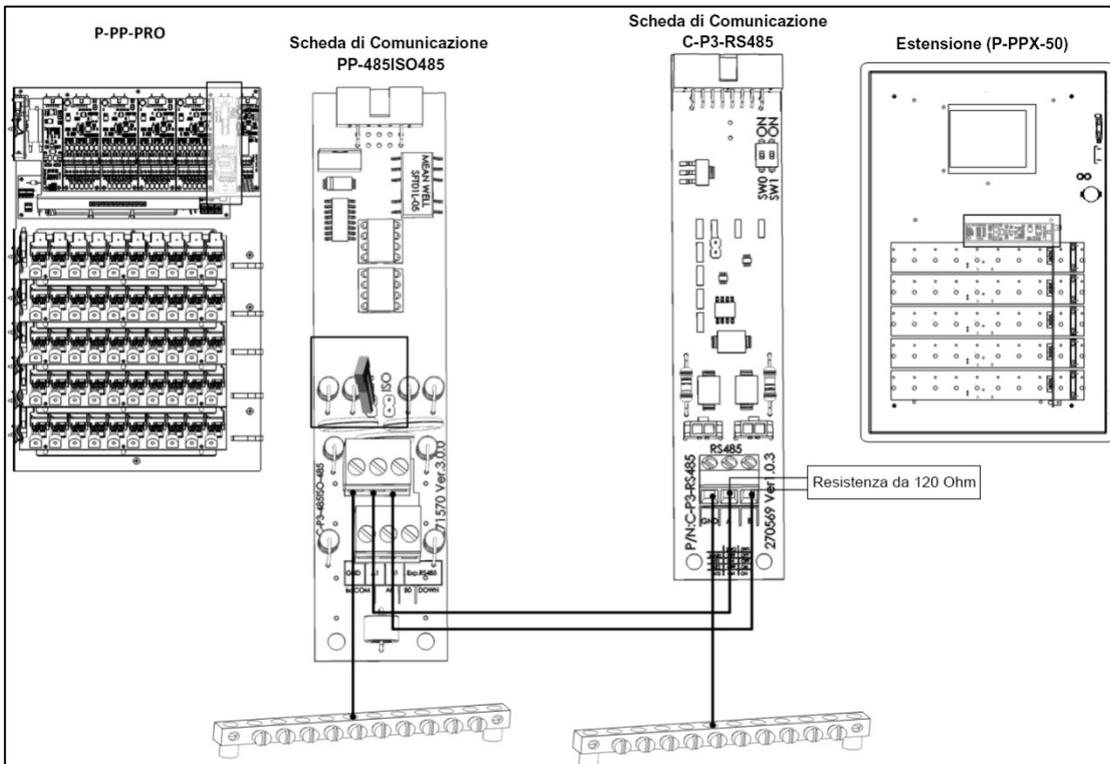

Figura 48: Terminazione del Controller - Scatola di Espansione
- Se un'unità di espansione è installata all'estremità di una catena, installare una resistenza di terminazione da 120 Ohm (fornita da Munters) (Figura 48)..